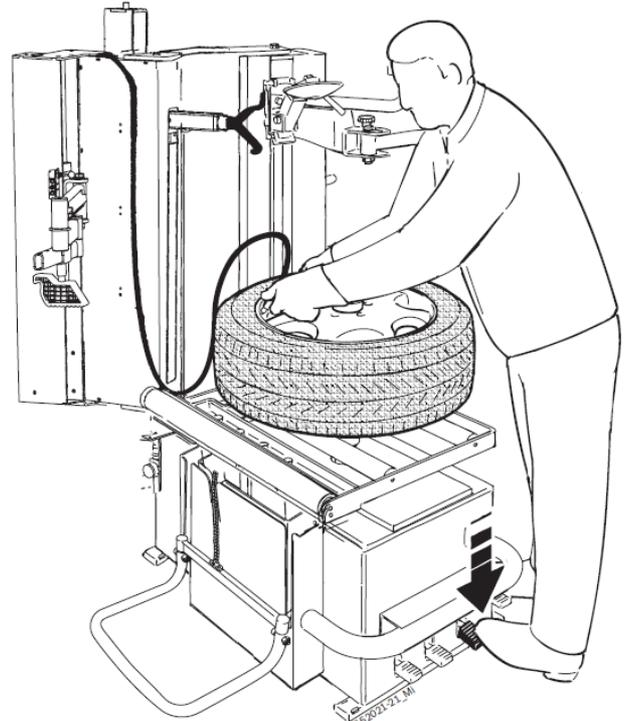

Рис. 9. Накачивание при помощи устройства для накачивания шин.
12. Нажатием педали поворачивайте зажимной стол для зажимного фланца (рис. 9) до тех пор, пока шина не окажется выше обода, в случае необходимости прибегните к помощи нижнего отжимного ролика.